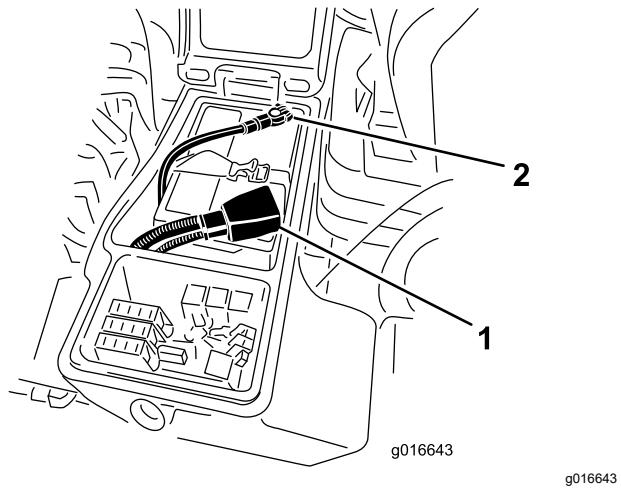

**Figura 122**
- Desconecte el cable negativo de la batería (Figura 122).